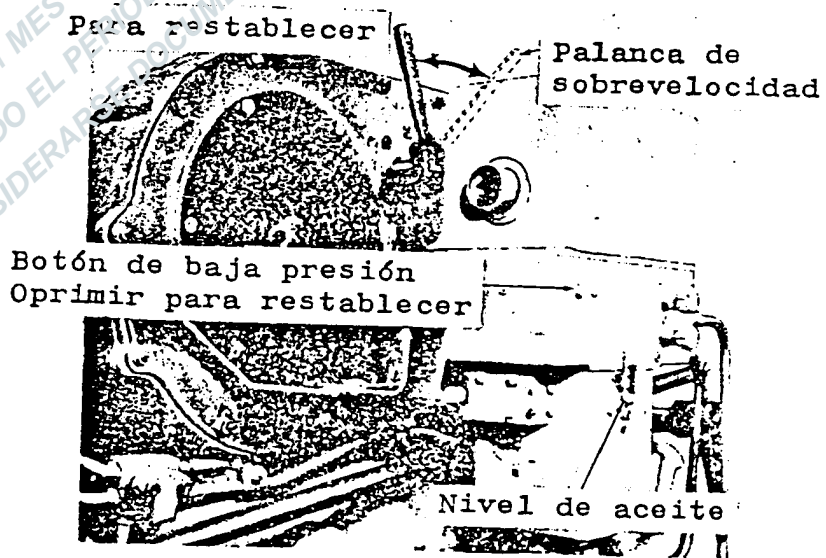

Fig. 1-3 — Palanca de sobrevelocidad. Botón de baja presión de aceite.
- 4) Comprobar que el botón de baja presión de aceite en el regulador está oprimido. Fig. 1-3.